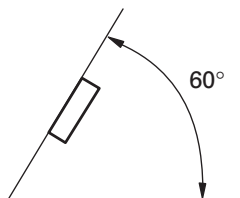

Abb. 4
- Wenn der Einbauwinkel mehr als 60° von der Horizontalen abweicht, kann es sein, dass das Gerät nicht optimal arbeitet. (Abb. 4)